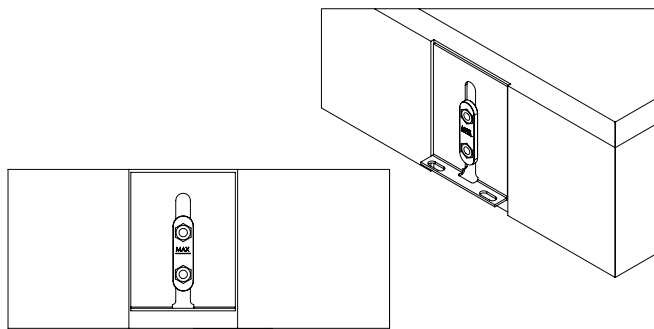

Figura 12
4. Posicione o gabinete traseiro com os quatro suportes em L posicionados contra quatro abas no suporte de parede. Em sistemas SCL-4, a posição da corneta depende da orientação do quadro de terminais. Ver item 2 acima.
5. Fixe os suportes em L às abas com oito parafusos suspensos. (ver Figura 12).